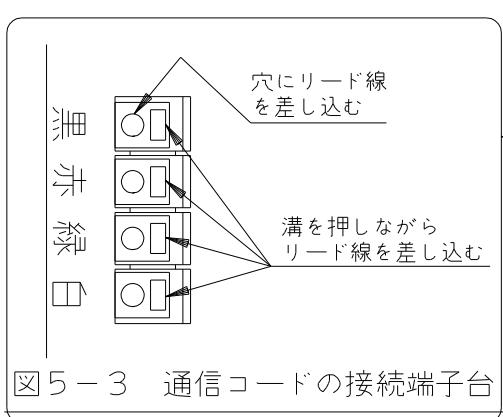

図5-3 通信コードの接続端子台
- ④ 通信コードを適切な長さに切断し、本体底のブッシングに通してから、通信コード接続端子台の表示の色と、リード線の色が合うように接続する。（図5-3参照）
リード線は10mm～12mm被覆をむいて、図5-3の溝部をマイナスドライバー等で押しながら差し込む。差し込んだあと、1本づつ軽く引っ張っても抜けないことを確認する。